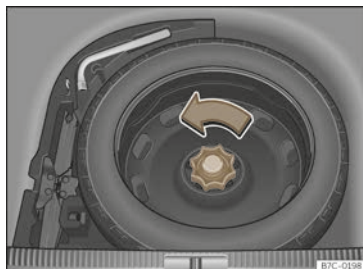

Abb. 257 Im Gepäckraum: hochgeklappter Ladeboden
- Drehen Sie das Handrad entgegen dem Uhrzeigersinn >>> (Abb. 257).